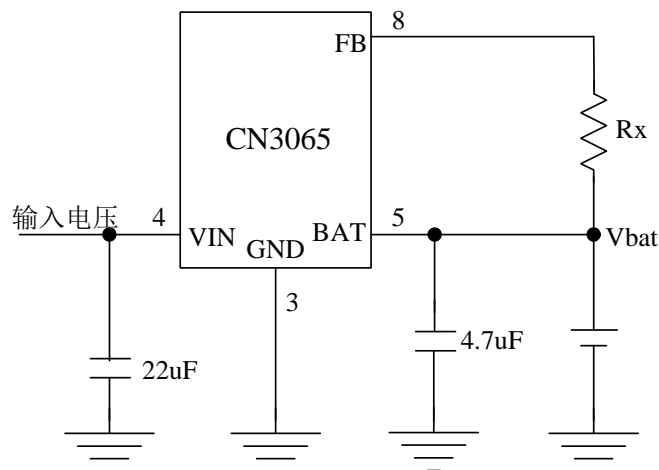

图5 调整恒压充电电压
如果在 CN3065 的电池电压 Kelvin 检测输入端 (FB) 和电池正极之间接一个电阻，可以提高电池正极的恒压充电电压，如图 5 所示。
如果采用图 5 中的连接方式，那么在电池的正极电压 V_{bat} 为：